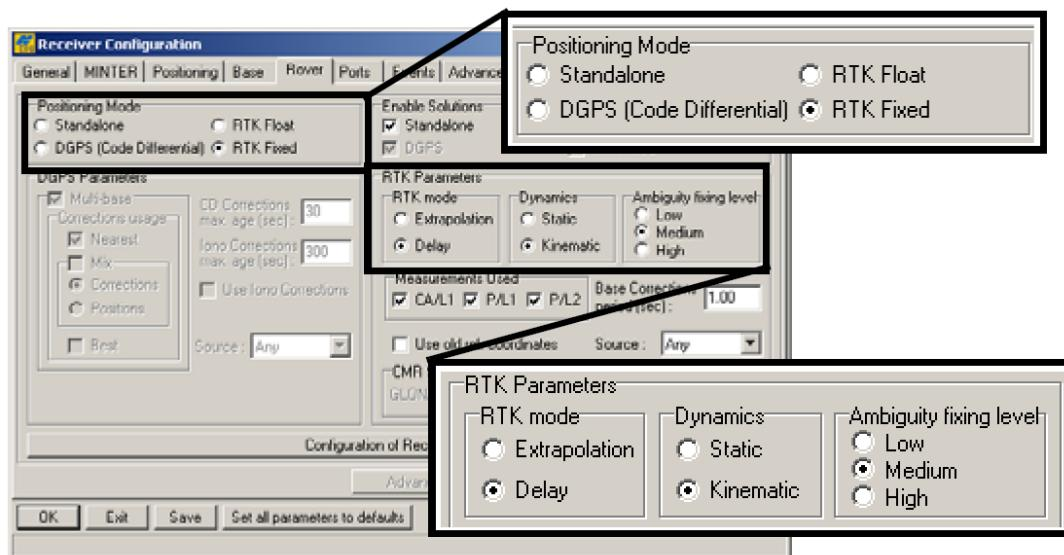

Рисунок 3-13. Настройка подвижного приемника
10. При настройке подвижной станции (приемника) выберите вкладку *Rover* (Подвижный), произведите установку перечисленных ниже параметров (см. рис. 3-13 на стр. 3-17), после чего щелкните на кнопке *Apply* (Применить).